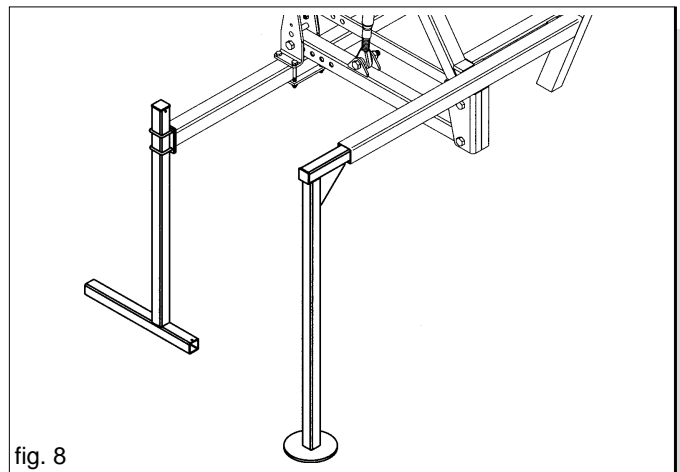

fig. 8
- inserire i puntelli posteriori in posizione di parcheggio (Fig. 8);
- inserire i puntelli anteriori in posizione di parcheggio (Fig. 8).
- 6) Sfilare i puntelli di sostegno (Fig. 8).